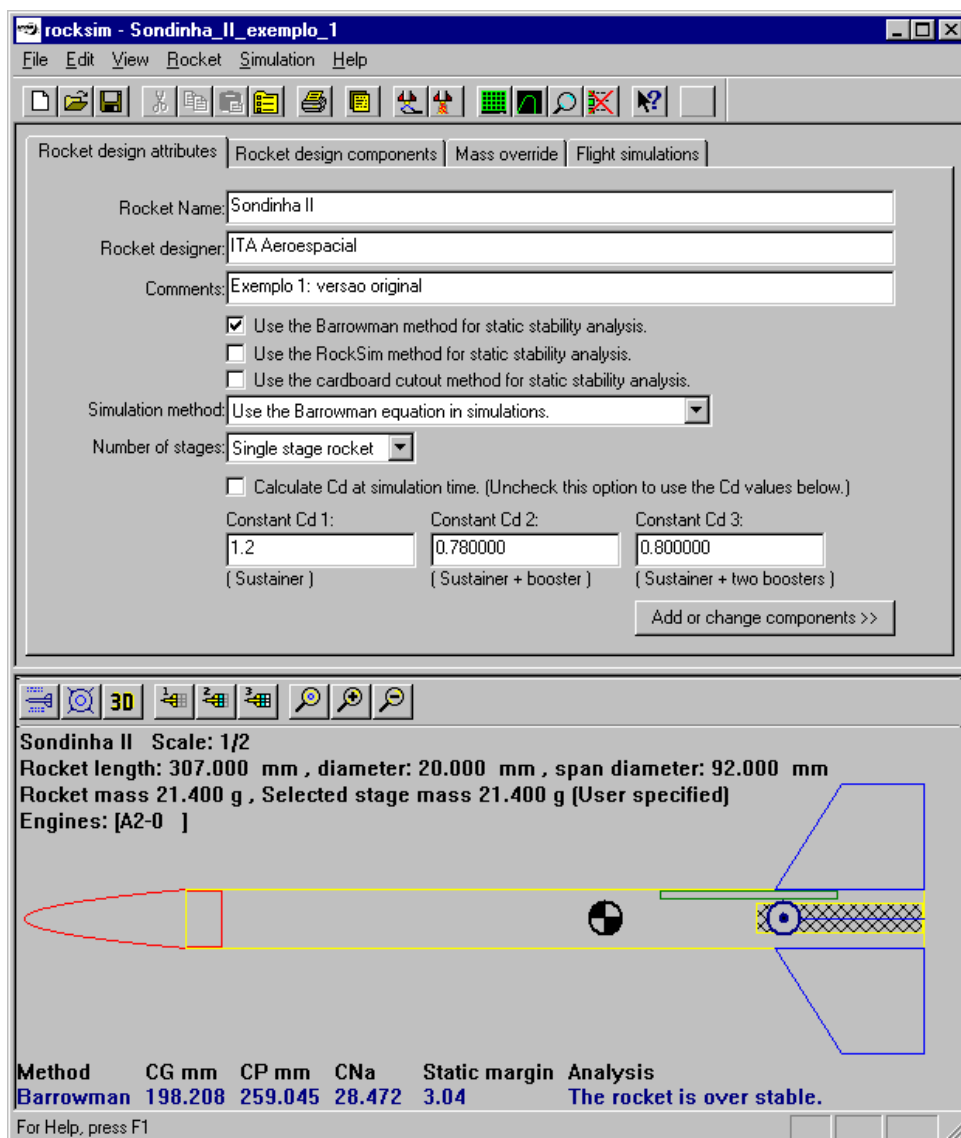

Figura 20. “Rocket design attributes” para o valor do  $C_D$  prescrito em 1.2.
- Definir os dados do item “Rocket design attributes”, do menu principal, de acordo com os aqueles mostrados na Figura 20. Deve-se notar que agora o valor do  $C_D$  é prescrito em 1.2.